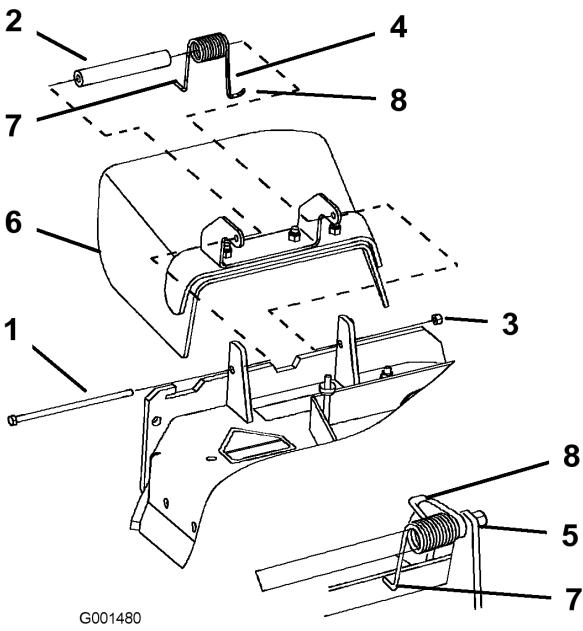

Figura 54
- Retire la contratuerca, el perno, el muelle y el espaciador que sujetan el deflector a los soportes de pivote (Figura 54). Retire el deflector de hierba dañado o desgastado.
Nota: Asegúrese de colocar el extremo en **L** del muelle detrás del reborde de la plataforma antes de instalar el perno, según se muestra en la Figura 54.
3. Instale el perno y la tuerca. Coloque el extremo en **J** del muelle alrededor del deflector de hierba (Figura 54).